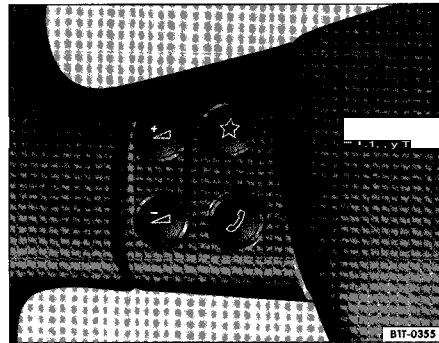
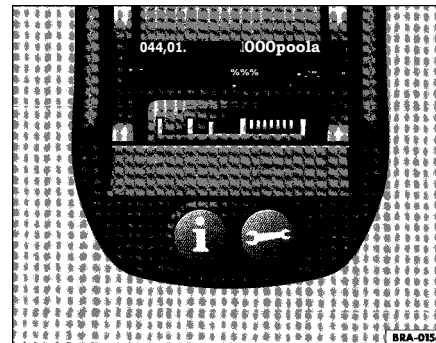

Fig. 20 Volant multifonction : cote gauche
Fig. 22 Touches d'appels informatif et de depannage.
- La touche Q fig. 20 du volant multifonction²³¹ vous permet de receptionner, de refuser et de mettre fin a des appels (fonctionne uniquement lorsque le contact d'allumage est mis).
— En l'espace de cinq secondes, appuyez sur la touche d'appel informatif puis sur la touche de dépannage = page 37, fig. 22 pour activer la *visibilité* du prééquipement téléphone mobile ou
— Appuyez brièvement deux fois consécutives sur la touche  page 30, fig. 20 du volant multifonction²⁴⁾.
- Maintenez la touche de depannage page 37, fig. 22 E3 ou la touche page 30, fig. 20 du volant multifonction²⁴⁾ enfoncee pendant plus de dix secondes.
- Maintenez la touche (j) fig. 22 enfoncee pendant plus de 2 secondes. La communication s'etablit.